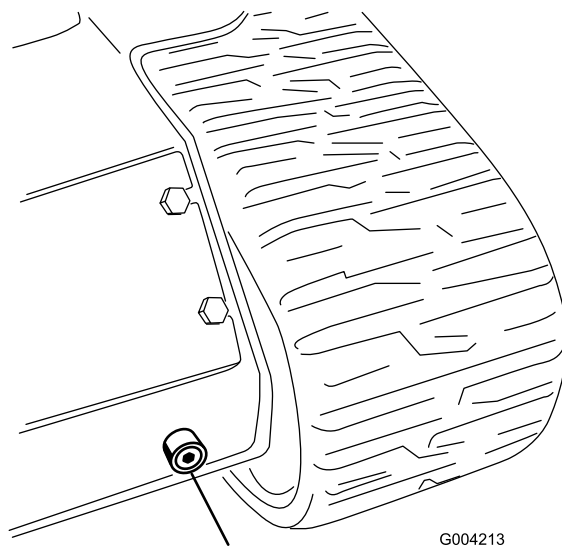

Figure 61
6. Placez un grand bac de vidange (d'au moins 57 litre [15 gallons américains] de capacité) sous le bouchon de vidange à l'avant de la machine (Figure 61).
7. Retirez le bouchon de vidange pour permettre à l'huile de s'écouler dans le bac de vidange (Figure 61).
Toutes les 8 heures de fonctionnement, vérifiez que le boulon de cisaillement (Figure 61) ne présente pas d'usure, de fissures ou autres dommages. Remplacez-le s'il est endommagé.